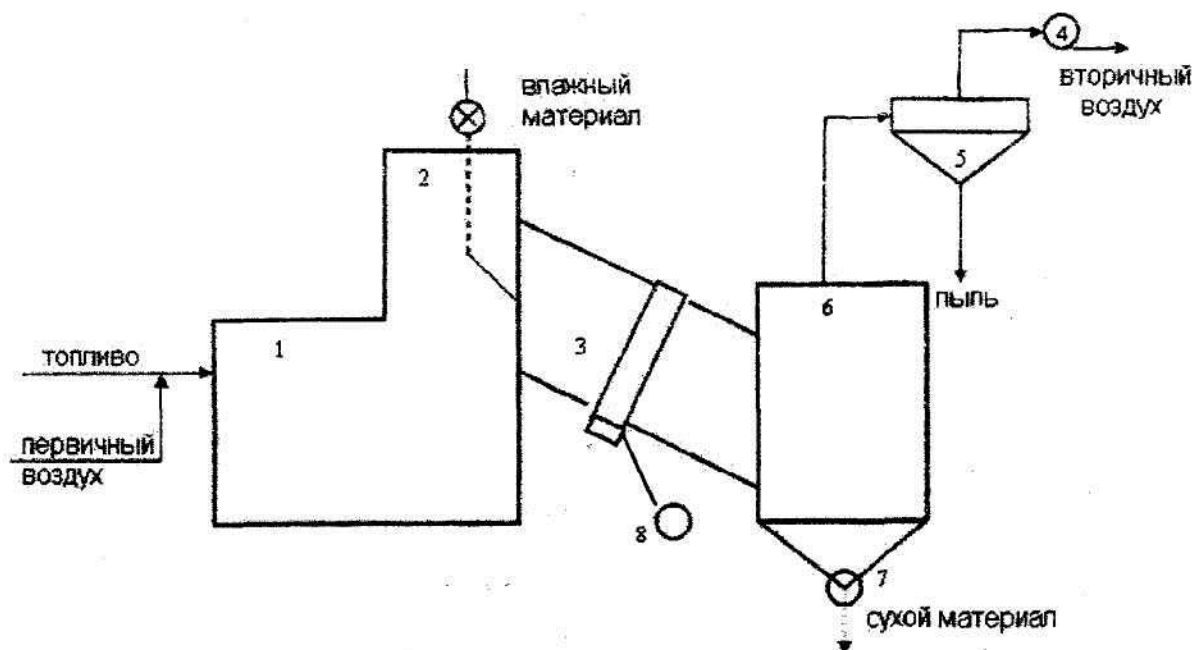

Рис. 18. Принципиальная схема процесса сушки:
- Задание 10.** В барабанную сушилку (рис. 18) подается сыпучий ультрамарин с начальной влажностью 28%. Конечная влажность ультрамарина 0,5% масс. В качестве топлива используется природный газ, расход топлива $2760 \text{ м}^3/\text{ч}$, коэффициент избытка воздуха в топке равен 4,82 (средняя температура в сушилке - 300°C), температура газов на входе в барабан 500°C , на выходе из барабана 100°C . Абсолютное давление в смесительной камере сушилки 93,3 кПа.